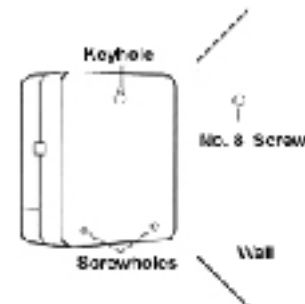

Ilustración 15: Montaje del Regulador
- Atornille contra la pared un tornillo N. 8 en cada uno de los dos agujeros que están en la parte inferior de la caja del regulador [Vea ilustración 15].